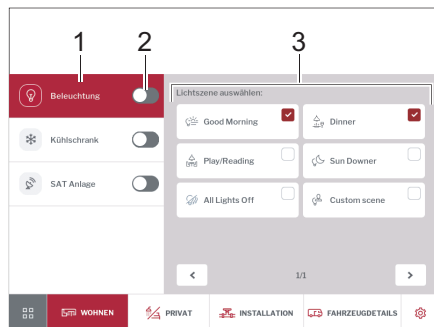

Fig. 260 Eclairage
- Activer ou désactiver l'éclairage à l'aide de l'interrupteur coulissant (Fig. 260,2).
- Appuyer sur la touche *Eclairage* (Fig. 260,1). Dans le bandeau de commande (Fig. 260,3) ; sélectionner une ambiance d'éclairage.